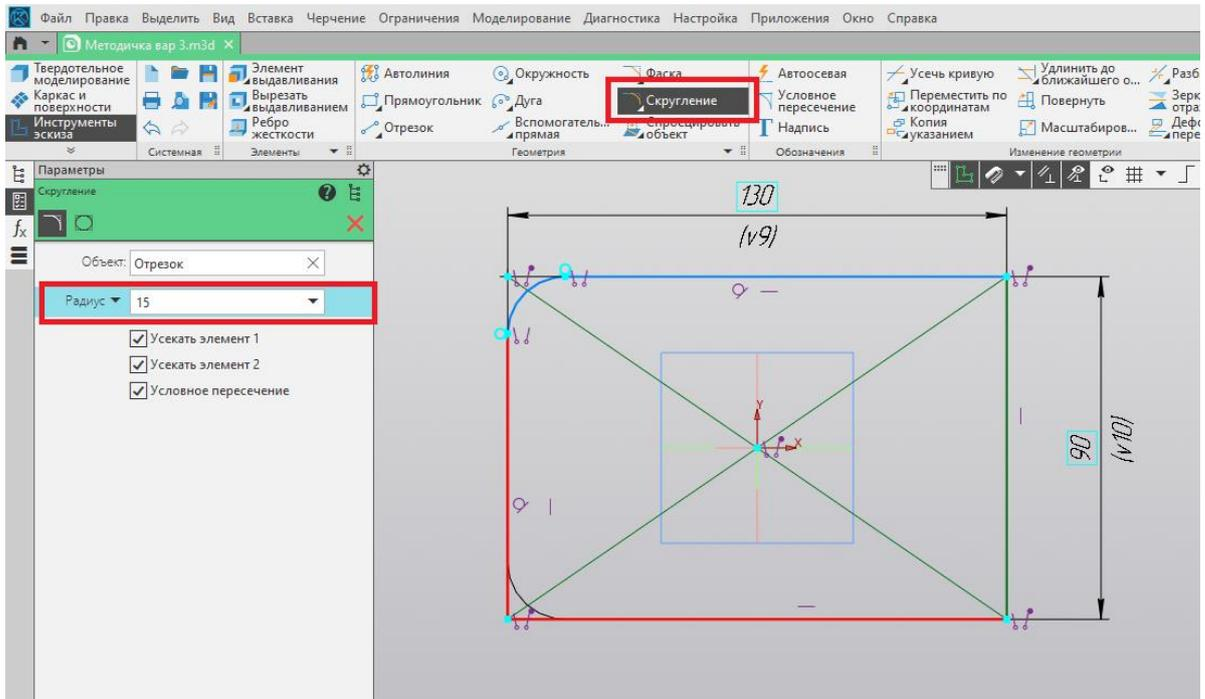

Рис. 133
5. При помощи команды «Скругление» создаём скругления на углах прямоугольника радиусом 15 мм (рис. 133).